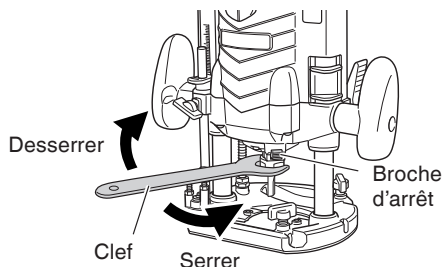

Fig. 3
- (1) Nettoyer et insérer la queue de la mèche dans le mandrin de serrage jusqu'à ce que la queue touche le fond, puis la ramener en arrière d'environ 1/16" de pouce (2 mm).
- (2) Une fois que la mèche est insérée et que la goupille de verrouillage pressée tient l'arbre d'armature, utiliser la clé de 23 mm pour serrer fermement le mandrin de serrage dans le sens des aiguilles d'une montre (vu de dessous la détoureuse). (Fig. 3)